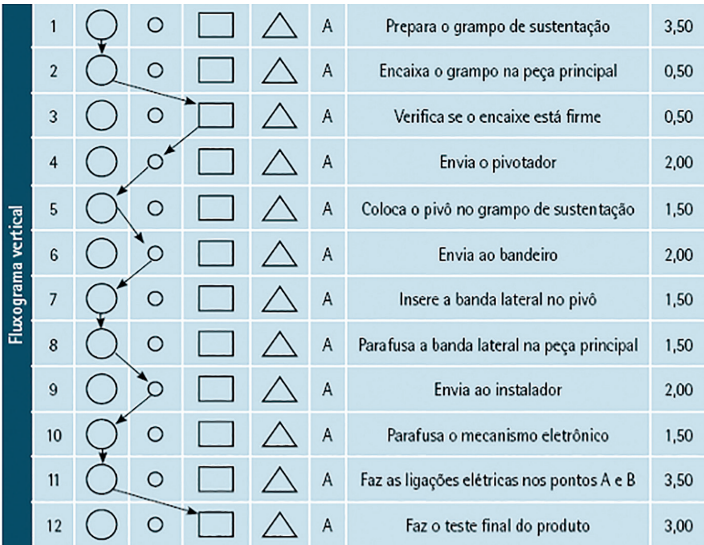

Figura 1. Exemplo de fluxograma vertical.
- Fluxograma vertical (Figura 1): utilizado para a descrição de um processo que é formado por diferentes tarefas, podendo ser executado por uma mesma pessoa ou por várias.